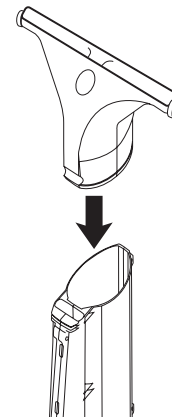

Fig. 20
2. Coloque la abertura redonda del Patio Head en la abertura redonda de la aspiradora (Fig. 20).